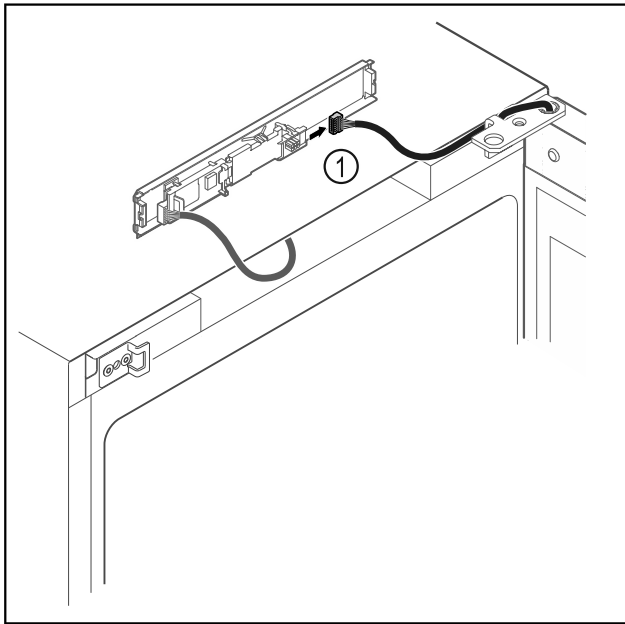

Fig. 17
- ▶ Vtič Fig. 17 (1) odstranite s tiskanega vezja.